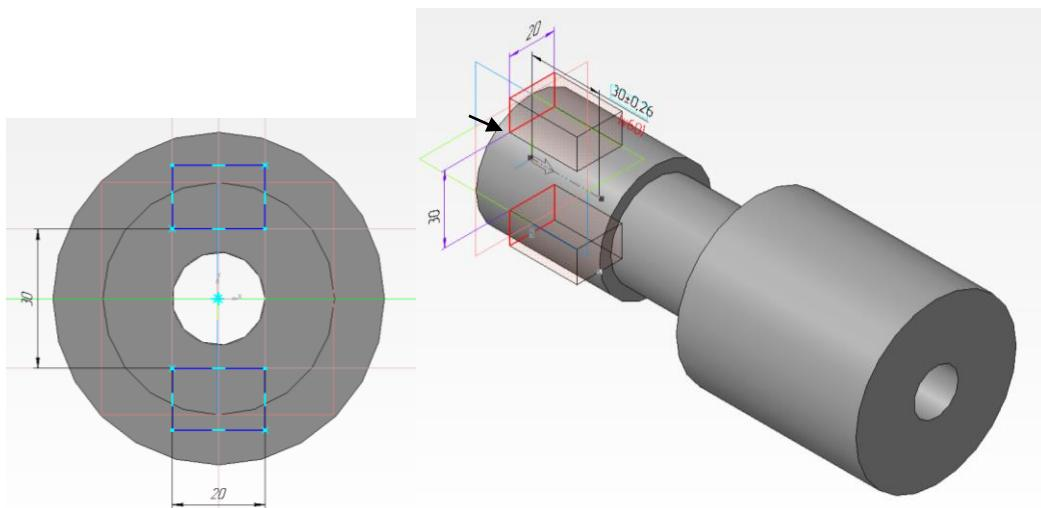

Рисунок 14
6. Далее через  - **Редактирование детали**, выбираем  - **Вырезать выдавливанием**, задаем расстояние - 30 . После появления фантома - **Создать объект** (рисунок 14).